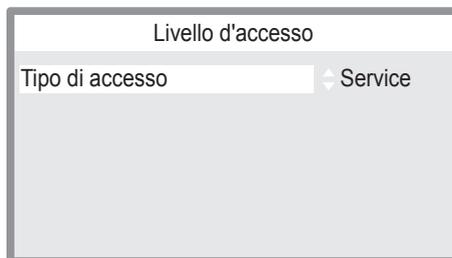

Figura 5.52
- Premere i tasti 17 o 18 (Figura 5.47) per selezionare "Service" (Figura 5.52).